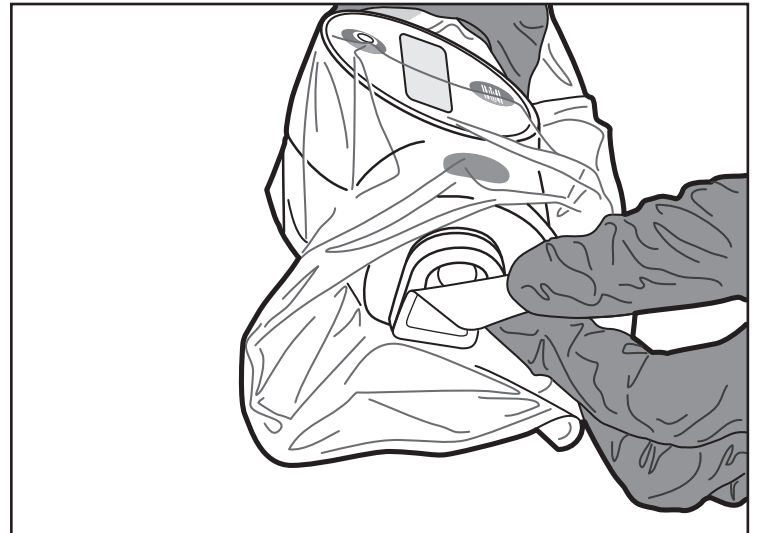

Abbildung 9. Entfernen des Aufklebers
9. Vor dem Einsetzen des mit der MDU5 PLUS Motorantriebseinheit kompatiblen Katheters den Aufkleber von der Frontplatte entfernen und ordnungsgemäß entsorgen (Abbildung 9).